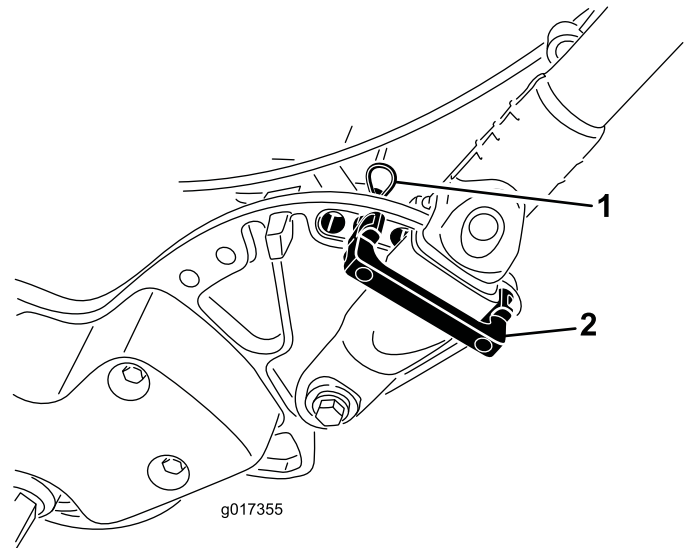

Bild 25
1. Nehmen Sie an jeder Seite der Maschine die Splinte aus den Holmbefestigungen (**Bild 25**).
2. Stützen Sie den Holm ab. Nehmen Sie die Splinte an jeder Seite ab. Drehen Sie den Holm in die gewünschte Einsatzposition (**Bild 25**).